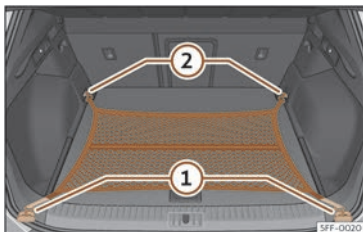

Abb. 192 Im Gepäckraum: flach eingehängtes Gepäckraumnetz.
- Hängen Sie die Haken in die Verzurrösen ein >>> (Abb. 192) ① und ② >>> ⚠. Der Reißverschluss des Gepäckraumnetzes muss dabei nach oben zeigen.